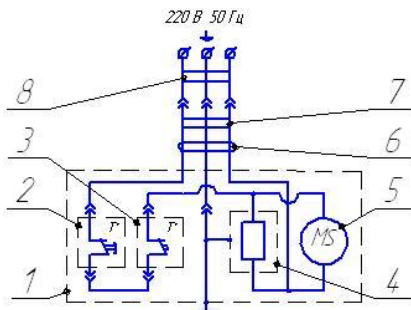

Рисунок 1
4.4 Подключение подогревателя (как прибора класса защиты I) осуществлять только к 3-х проводной однофазной питающей сети (см. схему рисунок 1).